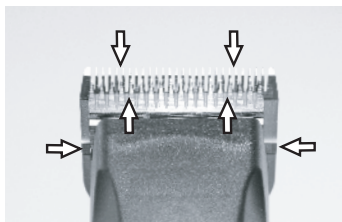

図. 24
ヘアカッターとヘアカッターヘッドの優れたカット性能と耐用年数が伸びるようにするため、上と下の刃の間に必ず薄い油膜を施します(図. 24)。
- ▶ カット中に刃へ十分な潤滑を (15分間隔で) 行い、乾かないようにしてください(図. 24)。